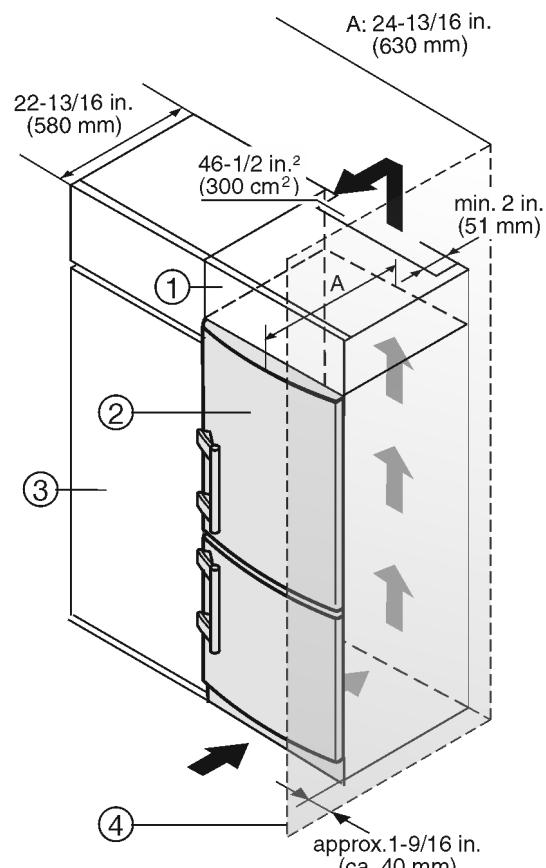

Fig. 11
Si la cocina posee armarios (profundidad máx. 22-13/16 " (580 mm)), el aparato se puede colocar directamente junto al armario de cocina Fig. 11 (3). La puerta del aparato sobresale (34 mm) por los lados y (50 mm) en el centro del aparato respecto al frente del armario de cocina. Por tanto, se puede abrir y cerrar sin problemas.
Si el aparato se instala con las bisagras junto a una pared Fig. 11 (4), la distancia entre el aparato y la pared debe ser de como mínimo 1-9/16 " (40 mm). Esto equivale al saliente del tirador con la puerta abierta.
(1) Armario superior
(2) Aparato
(3) Armario de cocina
(4) Pared
El aparato se puede rodear de muebles de cocina. Para adaptar el aparato Fig. 11 (2) a la altura del mueble de la cocina se puede colocar sobre el aparato un armario superior Fig. 11 (1) adecuado y acorde con el mobiliario.